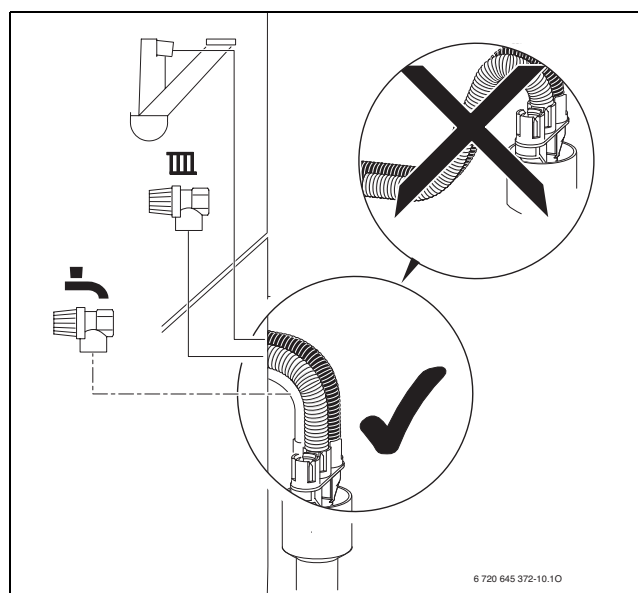

Bild 14
- ▶ Schlauch vom Sicherheitsventil an Ablaufgarnitur anschließen (→ Bild 14, Seite 19).